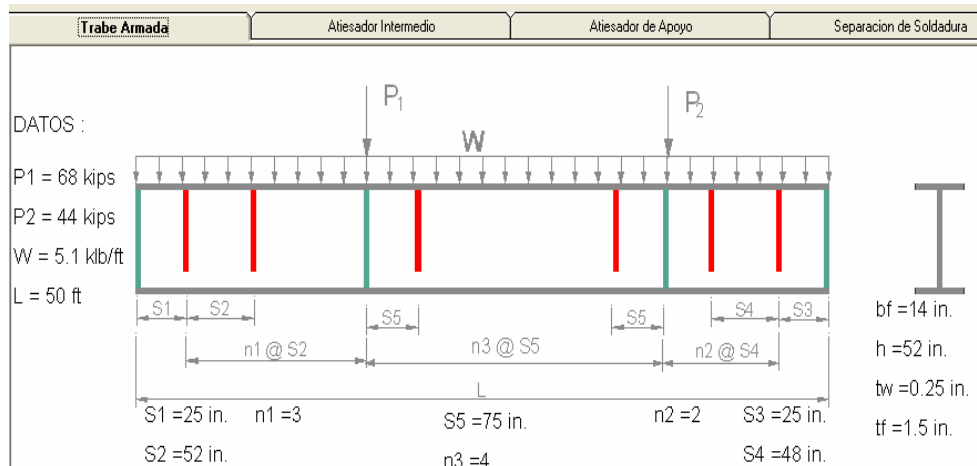

Figura 6.21 Dimensiones de la Trabe Armada.
2. La Figura 6.21 muestra la carpeta “Trabe Armada”, la cual contiene las dimensiones de la trabe armada.